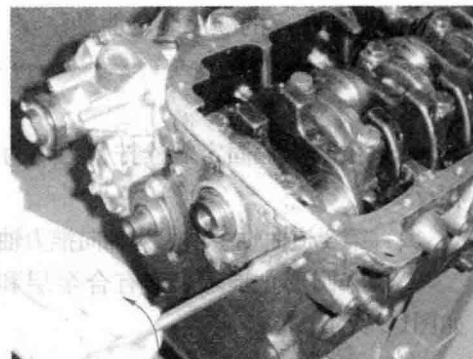

图 1-4 拆下前油封凸缘固定螺栓
- 2) 用套筒扳手拆下前油封凸缘固定螺栓，取下前油封凸缘及衬垫，如图 1-4 所示。